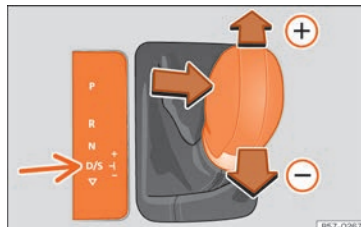

Abb. 246 Hebel in Tiptronic-Stellung.
- Drücken Sie den Hebel nach vorn  oder zurück , um hoch- oder herunterzuschalten »» **Abb. 246**.